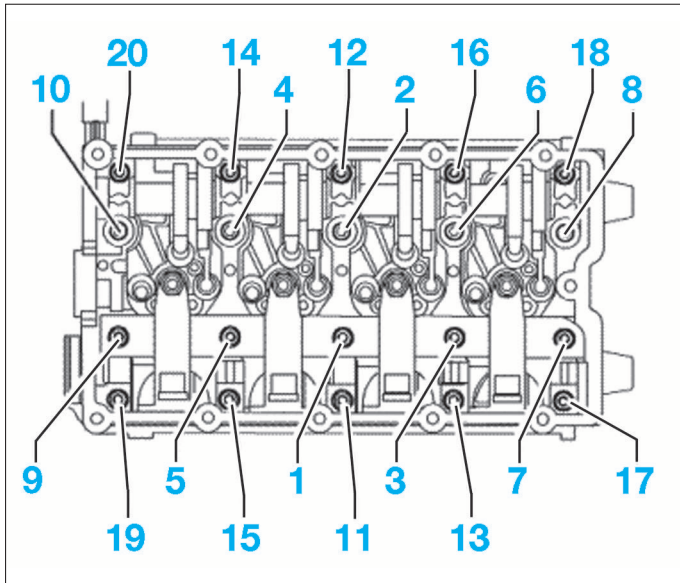

FIG. 74
- Déposer le palier d'arbre à cames en procédant dans le sens inverse de la repose (Fig.74).
- dans l'ordre indiqué les vis du palier d'arbres à cames (Fig.74).
- les vis (1), (3) , (5), (7) et (9) de la rampe de culbuteurs d'injecteur-pompe de 90° supplémentaire.